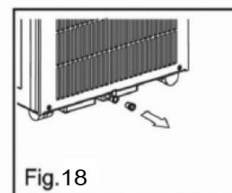

Fig.18
- Cuando plantea a dejar este aparato sin usar durante mucho tiempo, remueva el cable inferior de caucho desde el agujero trasero y fije una sección del tubo de escape. Toda el agua en el plato inferior tiene que ser agotada para afuera através de un tubo de escape. (Vea Fig.18)